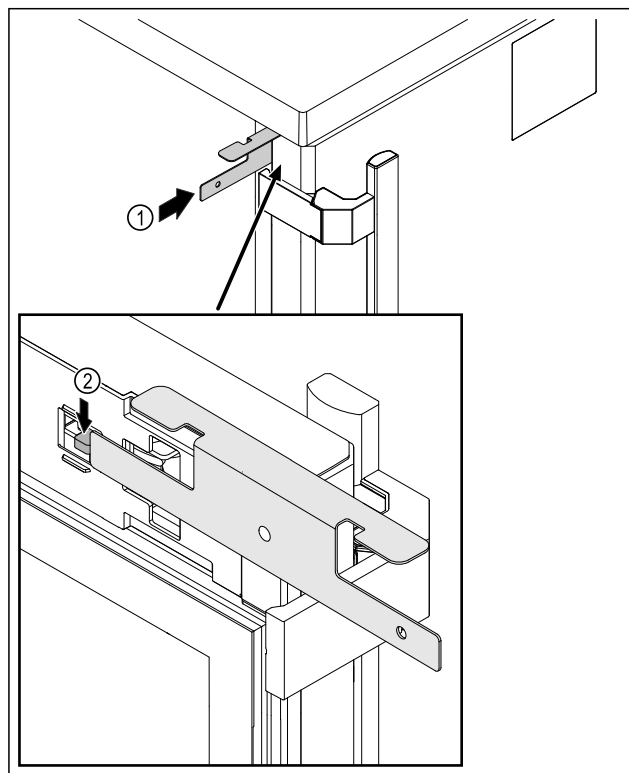

Fig. 221
- Klíč pro nouzové odblokování Fig. 221 (1) zasuňte mezi dveře a korpus spotřebiče.
- Háček zámku Fig. 221 (2) tlačte směrem k závěsu.